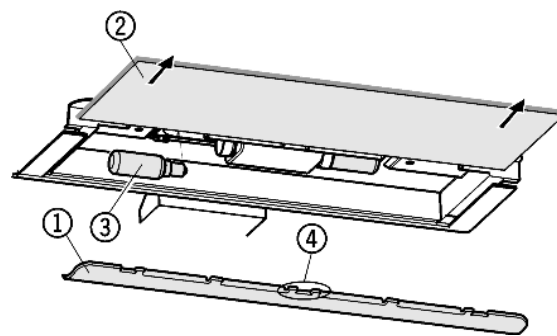

Fig. 15
- ▶ Снятие накладки Fig. 15 (1): сзади возьмитесь пальцем за накладку и снимите её с фиксатора.
- ▶ Извлеките стеклянную полку Fig. 15 (2).
- ▶ Лампу накаливания Fig. 15 (3) заменить.
- ▶ Установка накладки на место: защелкните справа и слева, следя за тем, чтобы средний крюк Fig. 15 (4) захватил стеклянную полку.